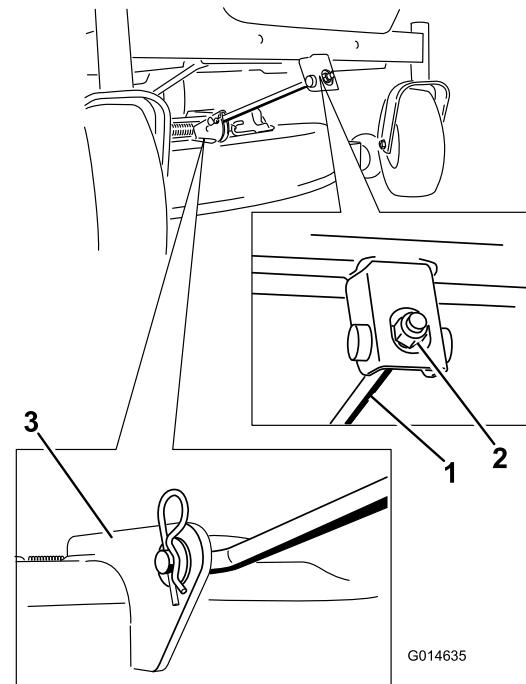

Bild 70
5. Entfernen Sie den Splint von der vorderen Stützstange und entfernen Sie die Stange von der Mähwerkhalterung (Bild 70).
- Befestigen Sie die vordere Stützstange mit dem Lastösenbolzen und Splint am Mähwerk (Bild 70).